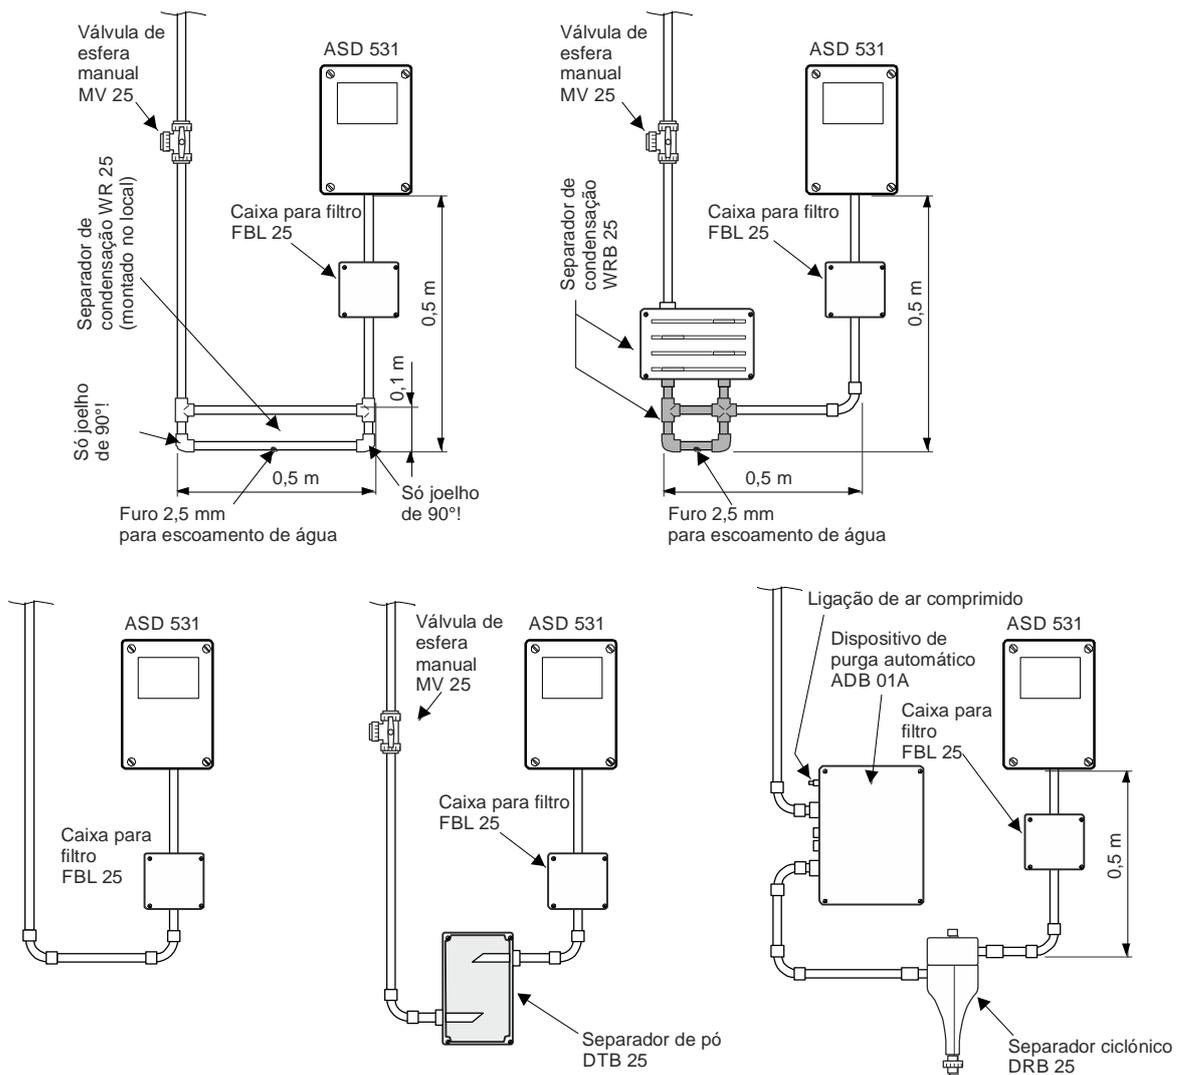

Fig. 42 Montagem dos acessórios
- As posições de montagem do separador de condensação, separador de pó e sep. ciclónico estão ilustrados na Fig. 42.